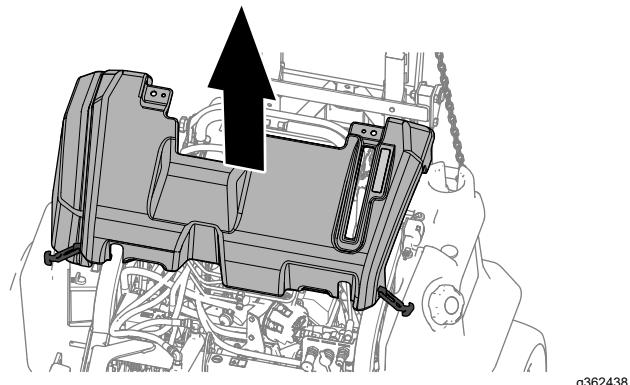

Figura 64
2. Levante el capó de la máquina (Figura 64).